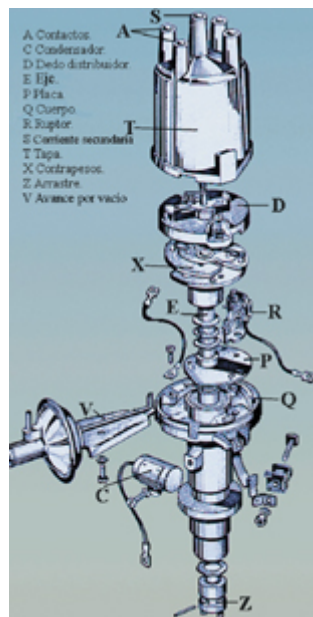

Fig. 11
Distribuidor (fig. 11)
- Avance centrífugo (**fig. 11**). Formado por unos contrapesos que actúan en función de las revoluciones del motor.
- Avance por depresión (**fig. 11**). Formado por una cámara neumática conectada al colector de admisión. Actúa en función del llenado de los cilindros y complementa al avance centrífugo.